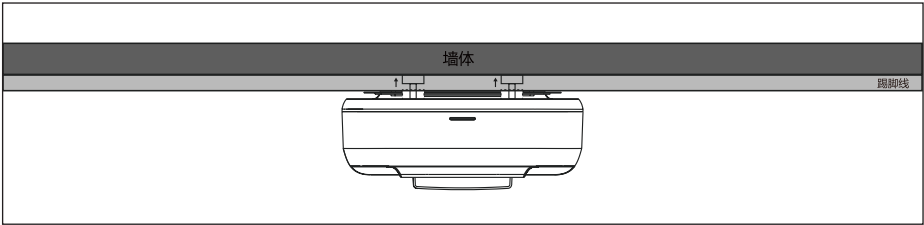

图 2
3. 充电站背面有两个靠墙旋钮，可根据墙面情况调整旋钮（如图 2），帮助其与墙面平行，放置稳定后使充电站正面朝前，并接入电源。